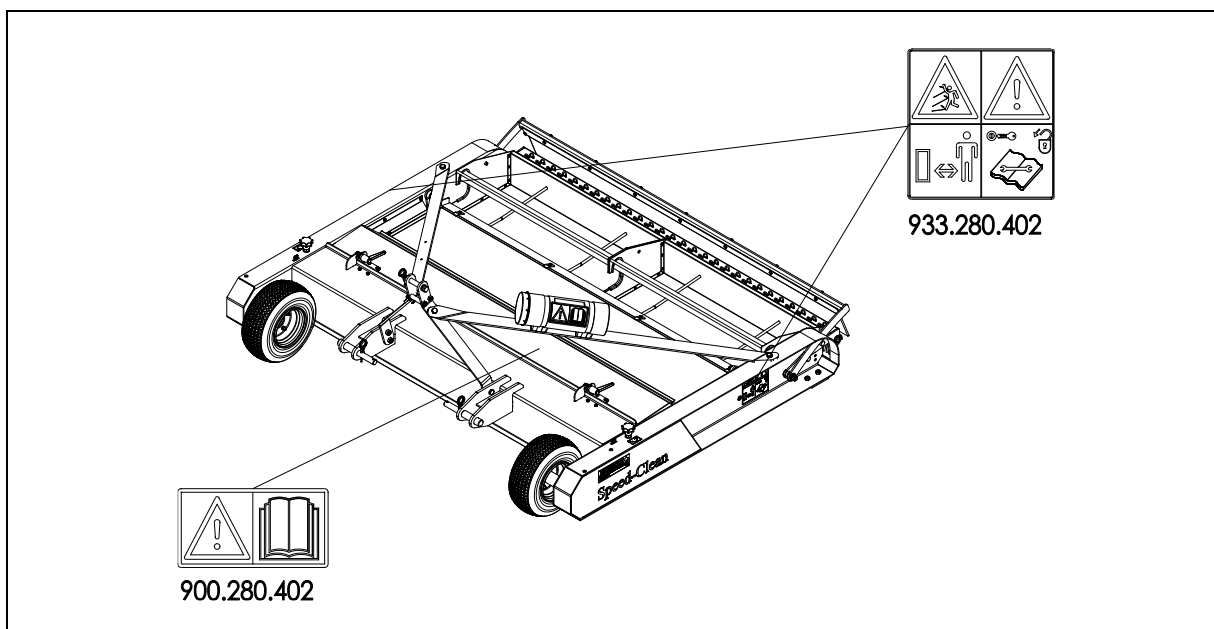

Bild 5
På båda sidor om Speed-Clean finns det säkerhetsdekaler (Bild 5) med en likartad lydelse. Dessa säkerhetsdekaler ska vara klart synliga och läsbara, och ska ersättas ifall de är skadade.
- (7) Placering säkerhetsdekaler. (Bild 5)